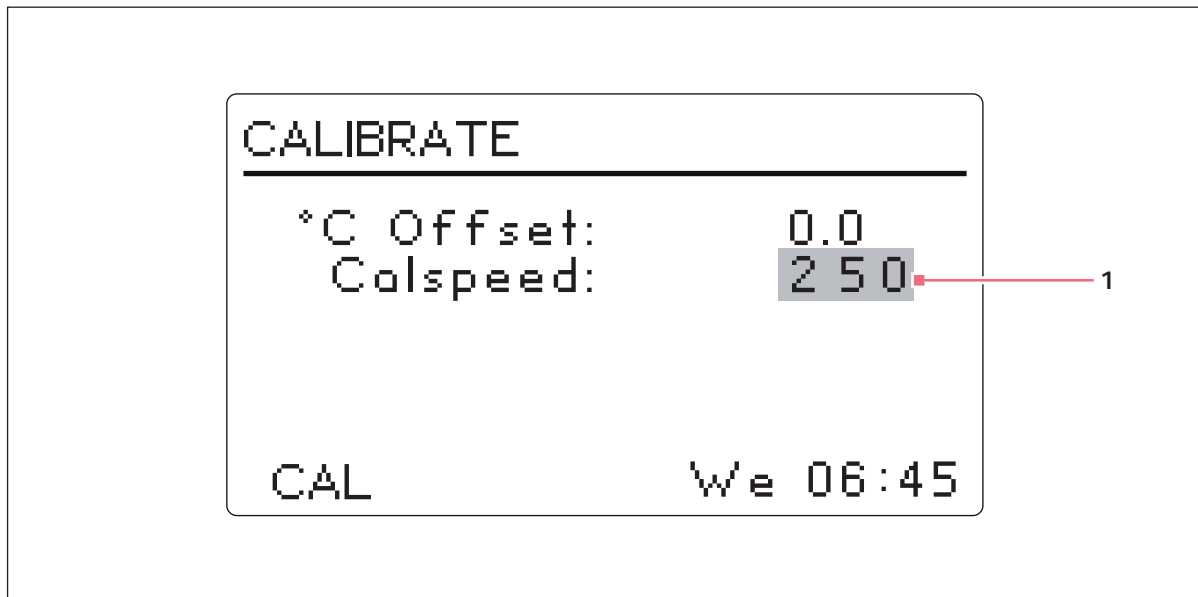

図 5-16: キャリブレーション画面 (CAL)
1. プッシュボタンを使用して、キャリブレーション画面（CAL）を呼び出します（参照：図 5-16 P. 59）。
振動メカニズムの回転速度は、Calspeed 機能を使用して校正できます。これは、キャリブレーション画面 (CAL) (参照: 図 5-16 P. 59) に設定されています。回転速度は工場で校正され、より大きな作動コンポーネント (ドライブベルトなど) が交換されている場合にのみ再校正する必要があります。